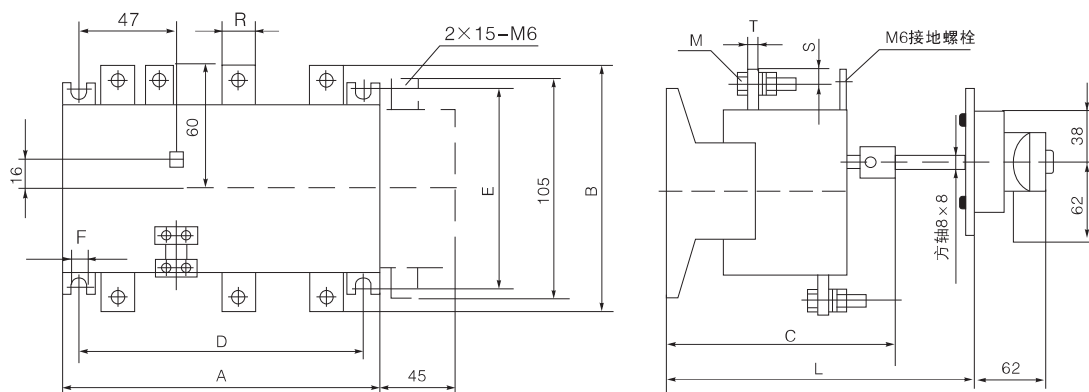

图12 CFH15(HH15)-250/□P隔离开关外形尺寸及安装尺寸
CFH15(HH15)-250~3150/□P隔离开关外形尺寸及安装尺寸见图12~15和表9
c)将尺寸不小于C值的一段方轴垂直插入支架中心孔，把另一轴套从下方逃入方轴，再将方轴下端穿入齿轮孔，然后将轴套上端面贴近支架中心孔下端面拧紧螺钉固定(见图12的b和c)。